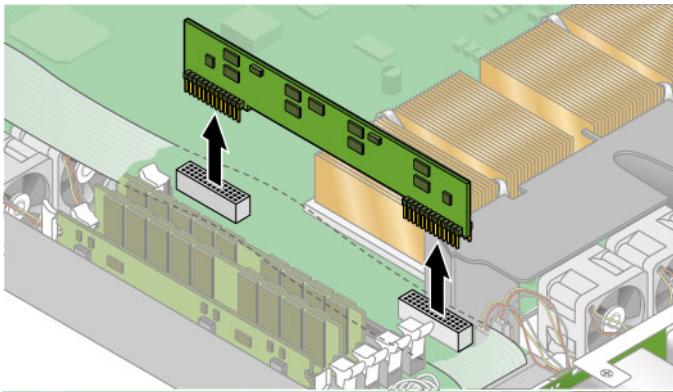

图 3-11 拆除 CPU 1 VRM
5. 竖直向上拉起 CPU 1（左手侧的 CPU）的 CPU VRM，将其拉出所在插槽，从而将其拆除（请参见图 3-11）。